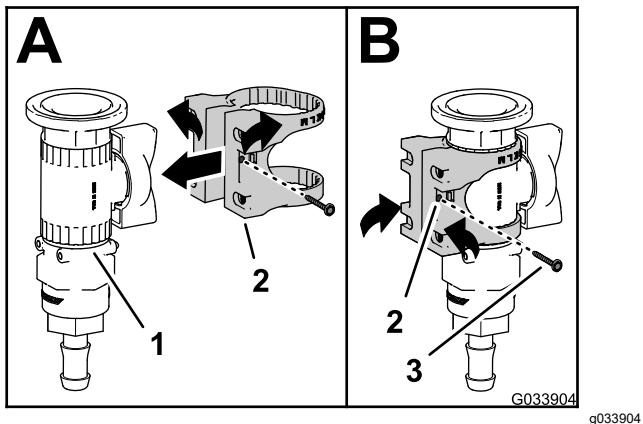

Рисунок 11
1. Установите крепление клапана на регулирующий клапан, как показано на виде А на Рисунок 11.
2. Присоедините крепление клапана к регулирующему клапану при помощи винта с фланцевой головкой (№ 6) и затяните винт от руки (вид В на Рисунок 11).